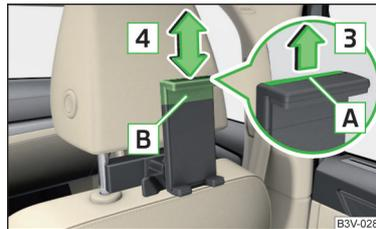

Abb. 132 Haltergröße anpassen
- › Zur **Anpassung der Haltergröße** die Sicherungslasche **A** in Pfeilrichtung **3** herausziehen und den Teil **B** in Pfeilrichtung **4** in die gewünschte Position verschieben » Abb. 132.